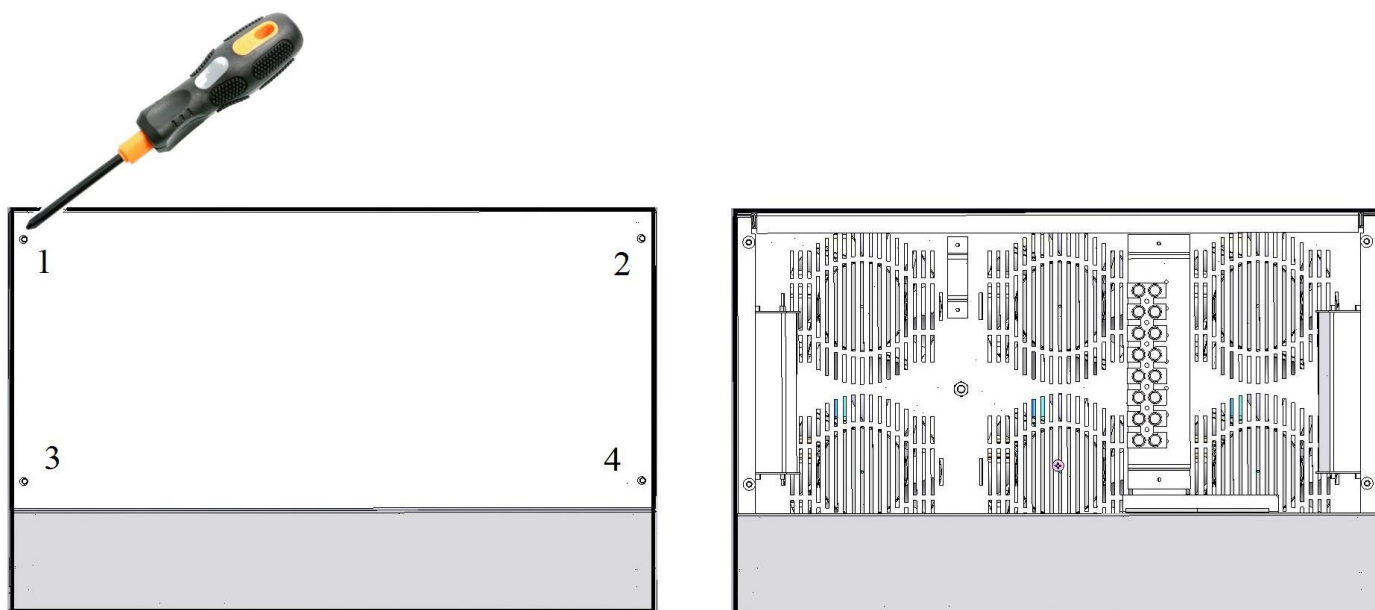
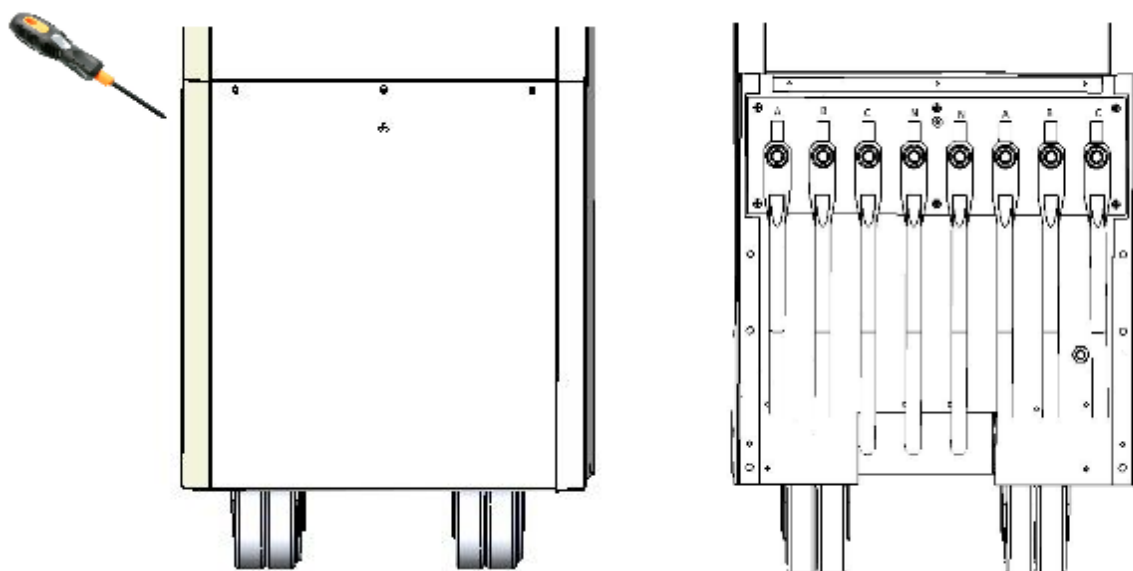

Рисунок 11. Схема снятия защитной крышки снизу корпуса стабилизатора
Рисунок 12. Схема снятия защитной крышки внизу передней части корпуса стабилизатора
2. При помощи отвертки открутить винты защитной крышки с верхней части стабилизатора Герц на 25-80А (см. рисунок 11) и с нижней части Герц на 100-160А (см. рисунок 12) для доступа к клеммной колодке.